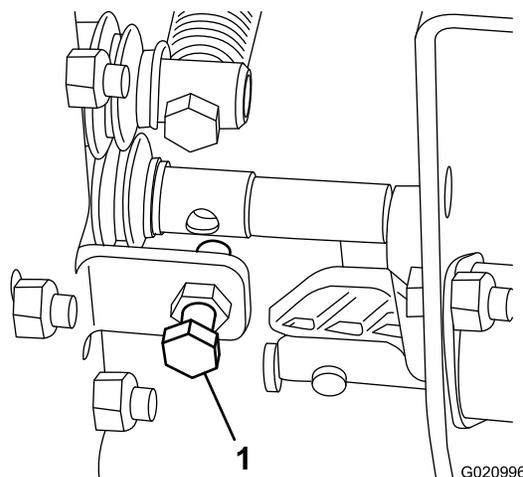

Рисунок 20
- Если скорость подъема машины слишком мала или слишком велика, отрегулируйте болт, показанный на Рисунок 20.